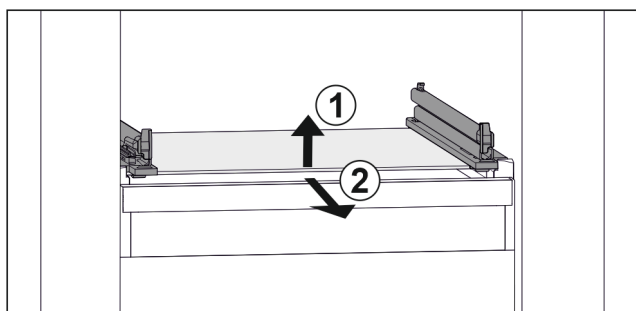

Fig. 118 Exempel på glashylla
- ▶ Lyft glashylla fram till. Fig. 118 (1)
- ▶ Ta ut glashylla framåt. Fig. 118 (2)